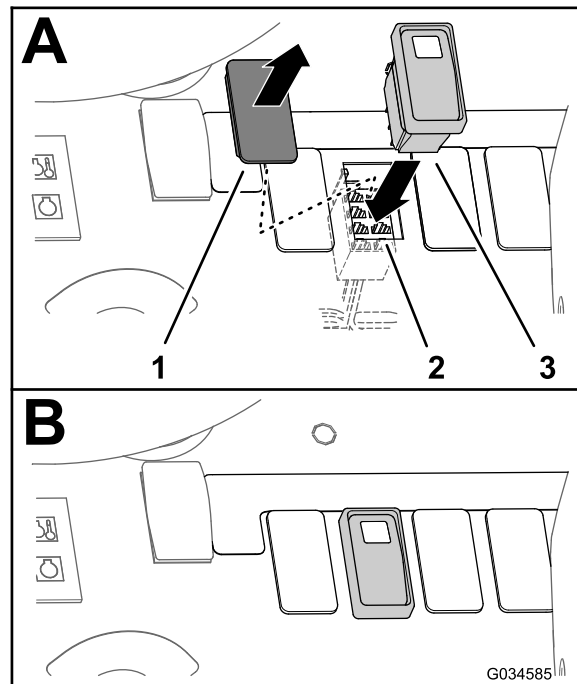
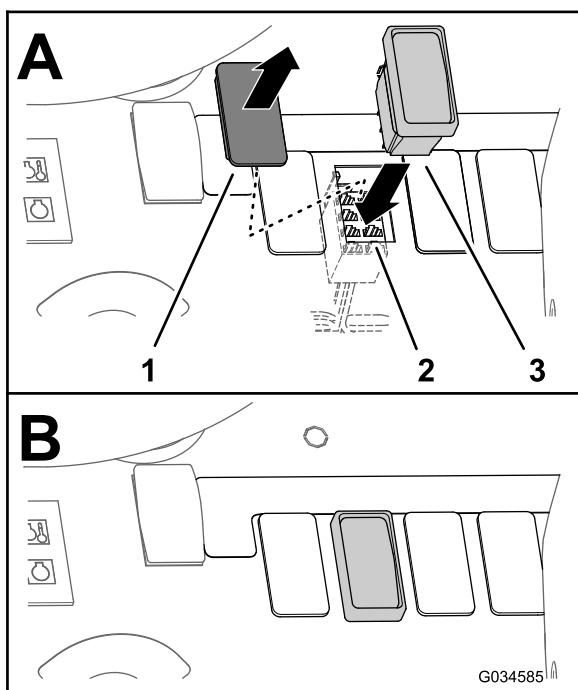

Figura 37
Figura 38
1. Retire a ficha do interruptor do depósito de lavagem do painel de instrumentos (Figura 37 ou Figura 38).
3. Encaminhe o conector de oito tomadas para o orifício aberto no painel (Figura 37 ou Figura 38).
4. Ligue o interruptor de 3 posições ao conector de oito tomadas através do painel de instrumentos (Figura 37 ou Figura 38).
5. Insira o interruptor de 3 posições na abertura no painel de instrumentos até o trinco do interruptor ficar bem preso no painel (Figura 37 e Figura 38).